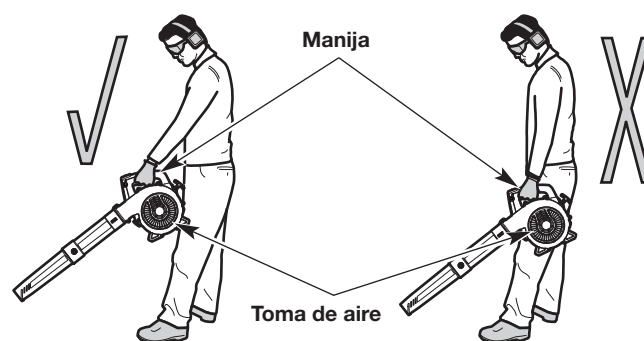

Fig. 14
- Párese en la posición de arranque (Fig. 14). Párese derecho. No se incline sobre el aparato.
- Sostenga la unidad delante y separada del cuerpo (Fig. 14).
WARNING: A fin de evitar que se produzcan lesiones graves o daños a la unidad, **NO** sostenga la unidad en su costado (Fig. 14). El motor puede estar muy caliente. **NUNCA** bloquee la toma de aire.